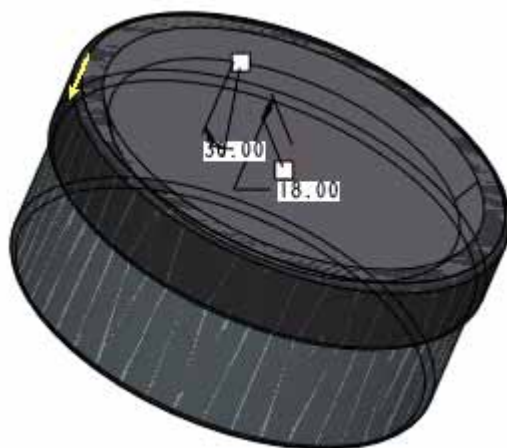

图 59-10
(5) 单击草绘命令工具栏中的  按钮，完成草图绘制。
(6) 使用  调整特征生成方向为如图 59-10 所示。